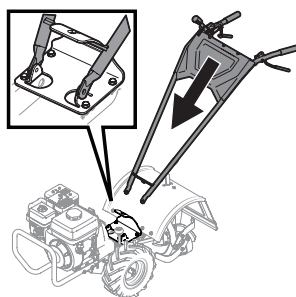

Figure 2
3. Relevez légèrement le guidon (ne tirez pas trop les câbles) et placez le support transversal sous la partie recourbée du support d'ajustement du guidon. Voir Figure 2.
4. Assurez-vous que le câble de marche avant est sur le côté intérieur des bras du guidon. Puis, placez les extrémités des bras sur le côté extérieur des deux pattes de montage sur le couvercle de la transmission. Voir l'encadré de la Figure 2.